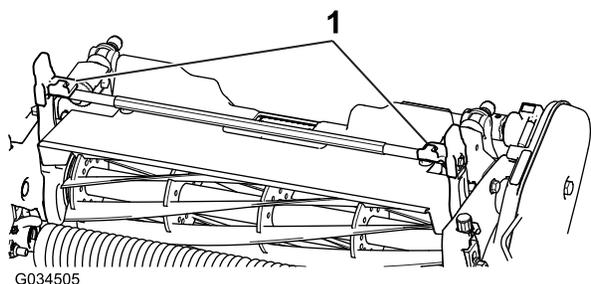
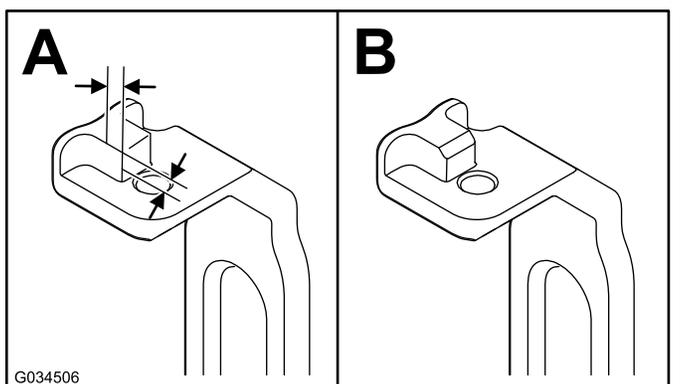

Figura 3
Figura 4
2. Su entrambi i bracci orientabili (Figura 3), misurate 2.3 mm sulle alette e trinciate l'angolo come illustrato nella Figura 4.